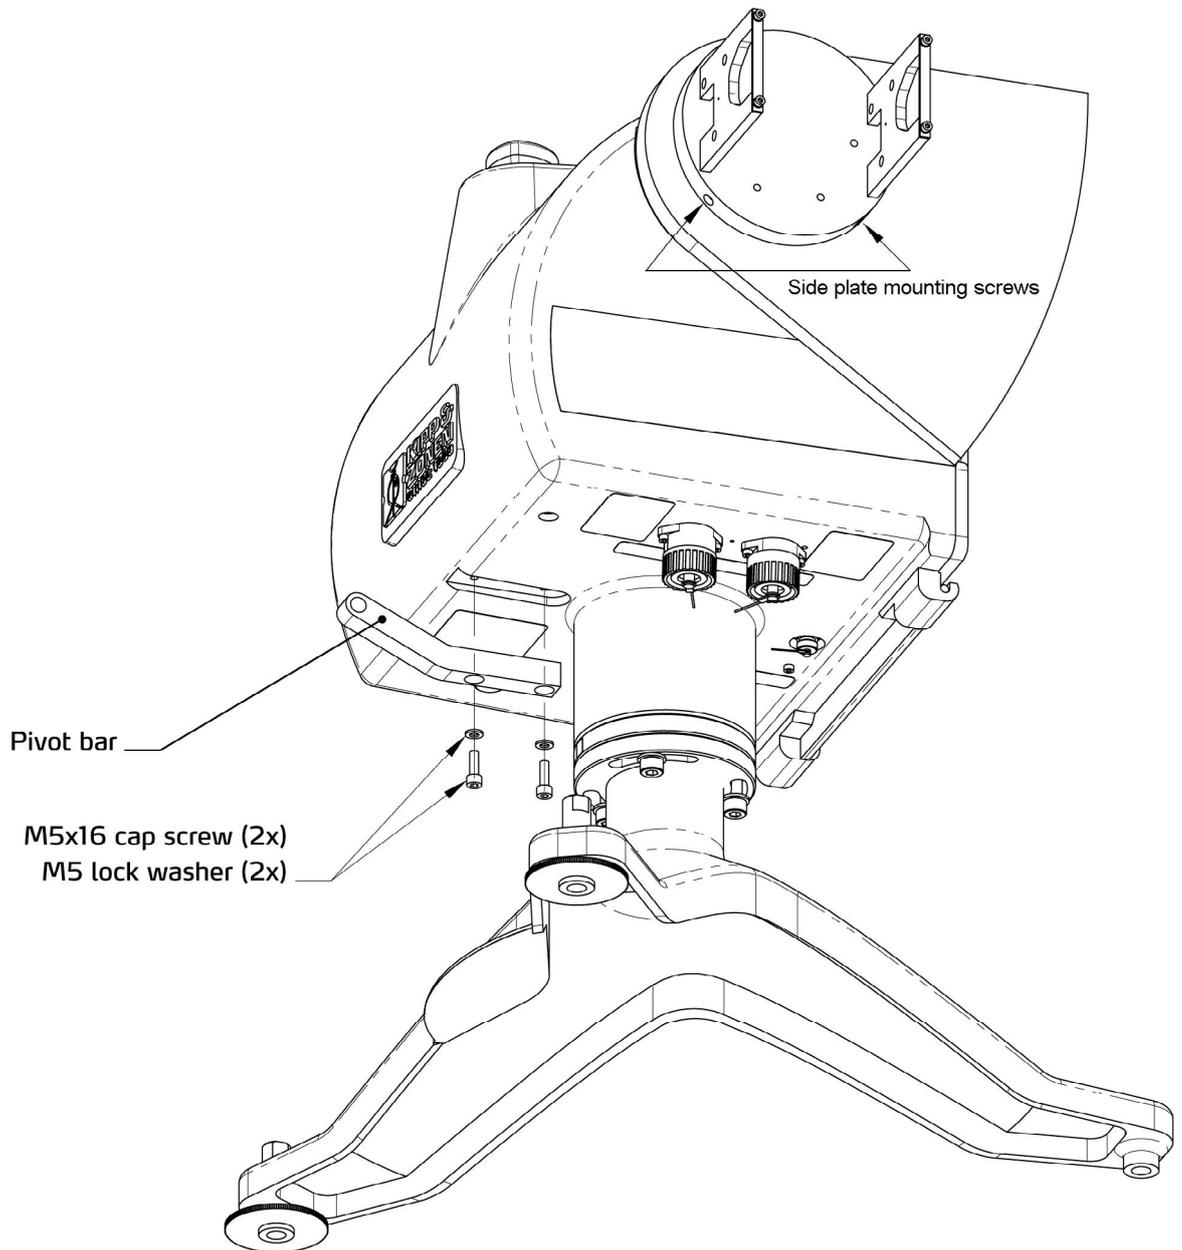

Figura 4.6: Montaje de la barra pivote
- Instalar la Barra pivotante inferior en la parte inferior del SOLYS 2 con los tornillos designados, ver figura 4.6
- Apretar los tornillos del Brazo lateral y montar el segundo plato lateral en el eje con sus dos tornillos (ver figura 4.6) después de alinear los dos Brazos de accionamiento de sombra.